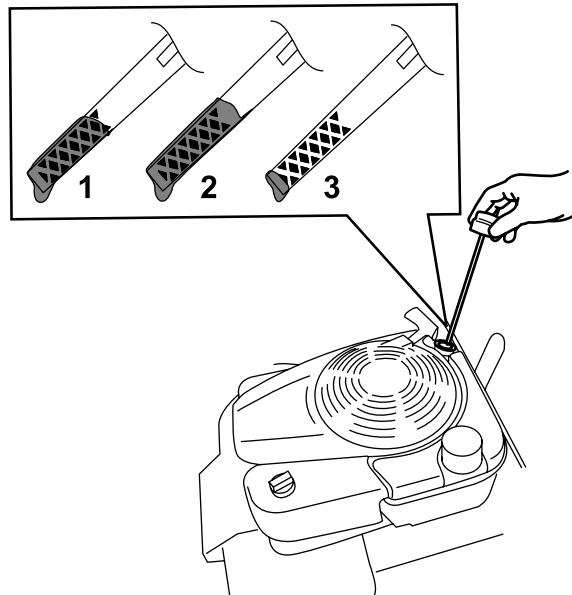

Рисунок 14
2. Извлеките масломерный щуп, повернув крышку против часовой стрелки и вытянув его (Рисунок 14).
5. Определите уровень масла по отметкам на щупе (Рисунок 14).
- Если уровень масла на щупе слишком низкий (Рисунок 14), осторожно залейте небольшое количество масла SAE 30 или SAE 10W-30 с моющими присадками в маслозаливную горловину, подождите 3 минуты и повторите операции с 3 по 5, чтобы довести масло до требуемого уровня на щупе. Информацию о типе масла см. в разделе Замена масла в двигателе (страница 23).
- Если уровень масла по щупу слишком высокий (Рисунок 14), слейте излишек масла, пока не будет достигнут правильный уровень по щупу; см. раздел Замена масла в двигателе (страница 23).